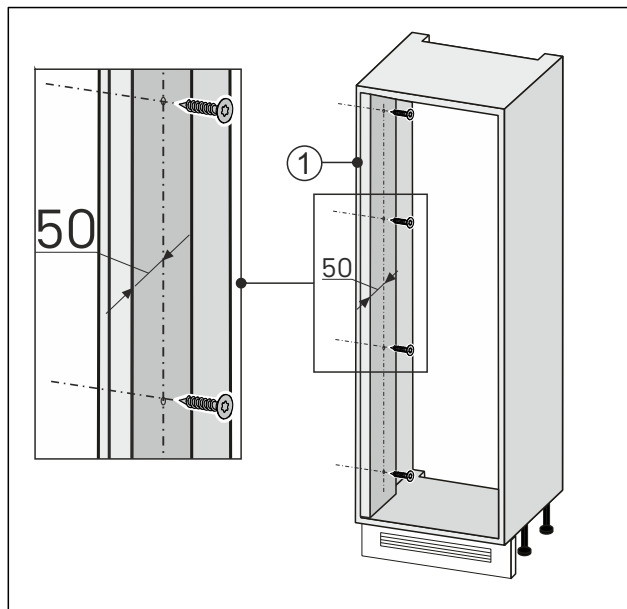

Fig. 89
- Stěnové vyrovnání na straně otevírání dveří Fig. 89 (1) přišroubujte k nábytkovému výklenku.